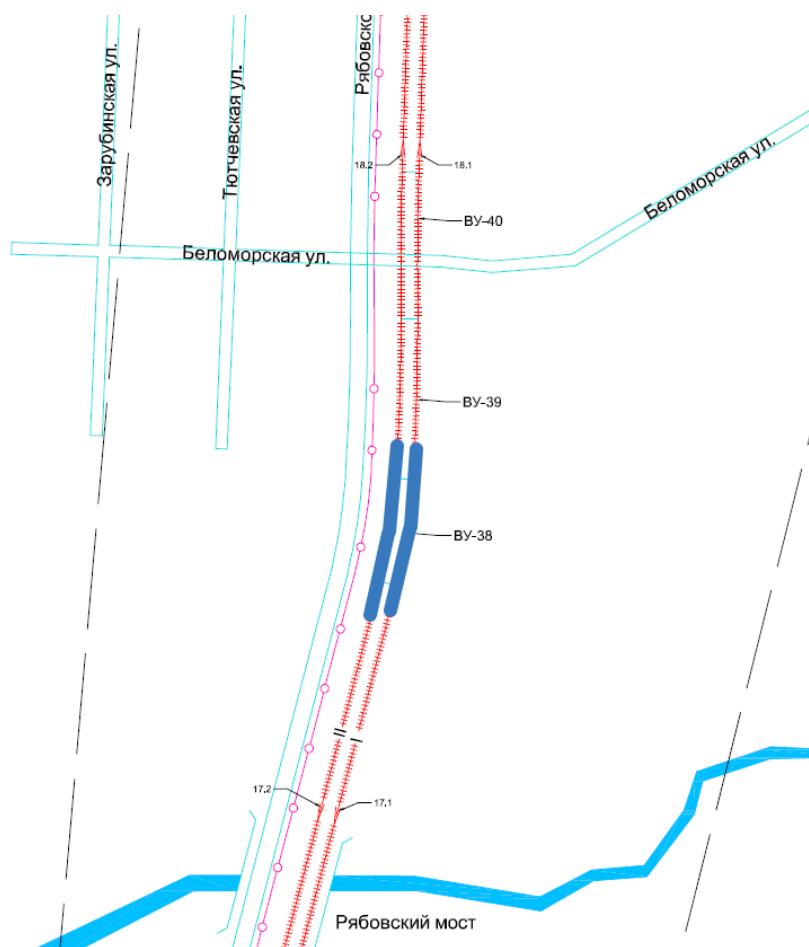

Рисунок 2. Месторасположение кривой ВУ-38.
1.3.2. ВУ-38 1 главный путь (Рисунок 2);
1.3.3. ВУ-38 2 главный путь (Рисунок 2);